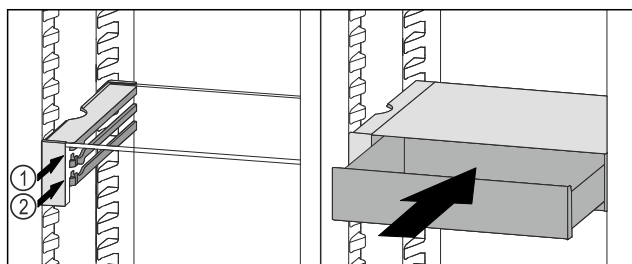

Fig. 108
- ▶ Założyć szufladę VarioSafe za stoperami na wybranych żebrach Fig. 108 (1) lub Fig. 108 (2).